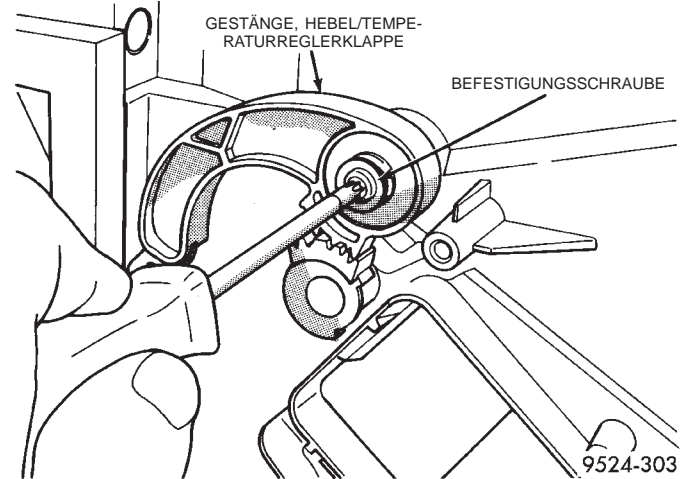

Abb. 96 Betätigungsgestänge der Temperaturreglerklappe
(26) Die Schraube lösen, mit der das Gestänge der Temperaturreglerklappe befestigt ist (Abb. 96).